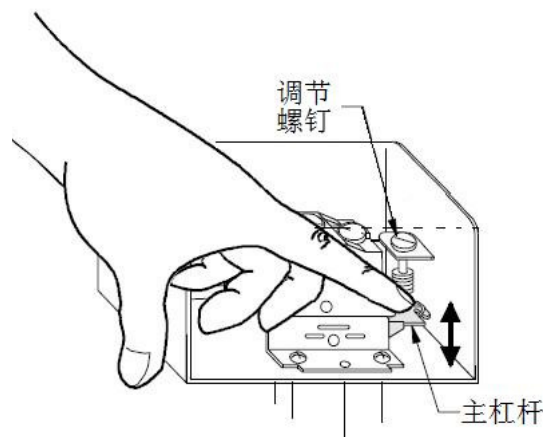

图 8 最小调节
3. 通过按动主动杆数次来检查流量开关的设定不低于出厂设定值。如图 8，如果发现主动杆回复时没有“咔嗒”声，顺时针旋转调节螺丝，直到主动杆回复时有“咔嗒”声